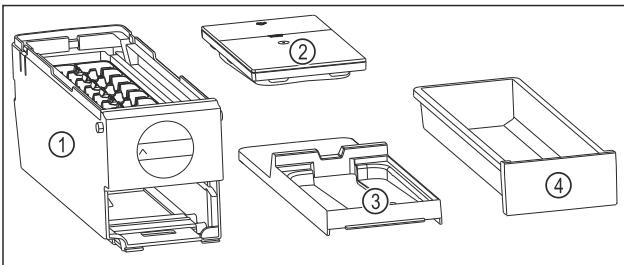

Fig. 108 Součásti EasyTwist-Ice
- ▷ EasyTwist-Ice je rozebrán na čtyři části. (viz Fig. 108)
- EasyTwist-Ice rozebírejte pouze na zobrazené součásti. (viz Fig. 108)
- Korpus EasyTwist-Ice Fig. 108 (1) vyčistěte jako celek.